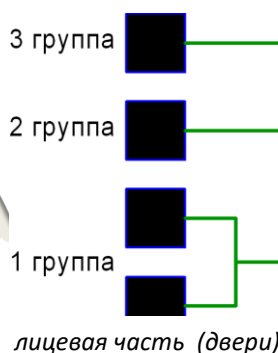

Рис. 2 Схема коммутации розеток для подключения зарядных устройств
5.1.1. Все розетки для подключения зарядных устройств ноутбуков разделены на три группы (рис.2). Первая группа включают в себя два блока из четырех гнезд розеток, вторая и третья группы – по одному блоку из четырех гнезд розеток.